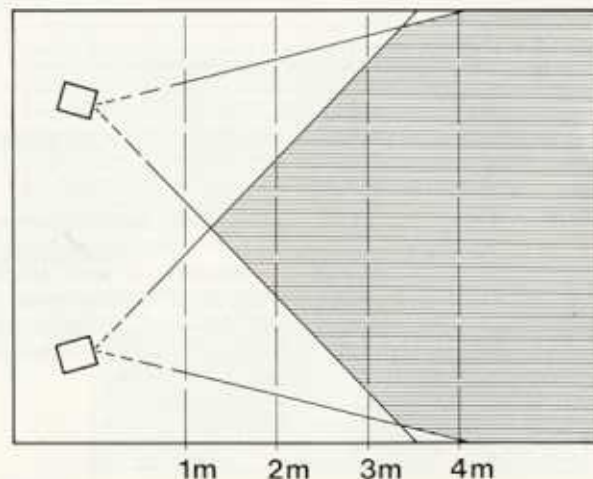
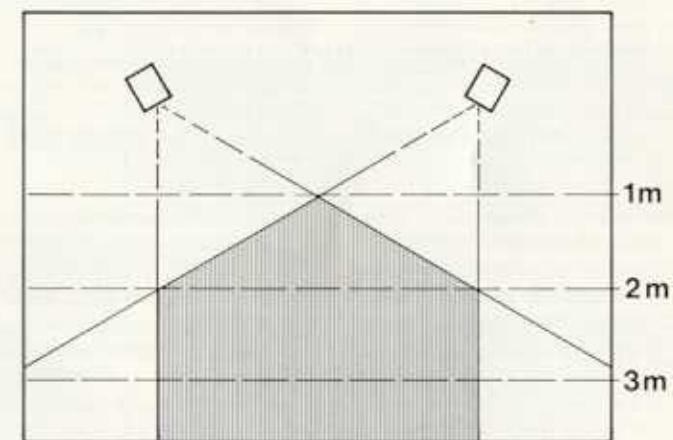
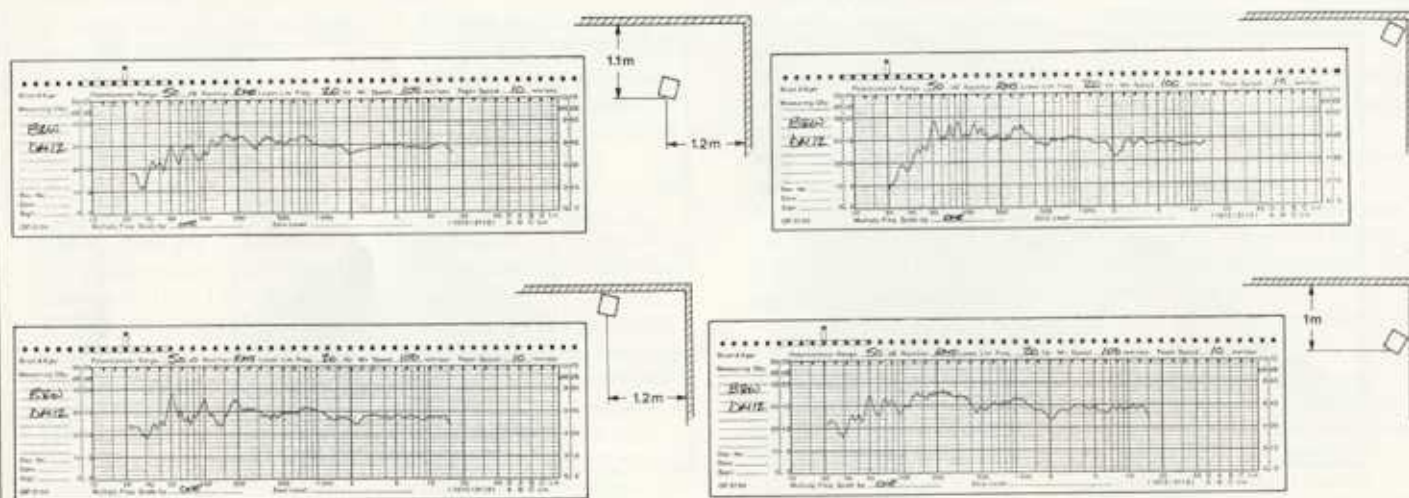

FIG. 3
FIG. 4
FIG. 5
**3** The actual position of your loudspeakers within the listening room can widely influence sound reproduction. Two typical positions are shown in figs. 3 & 4. The environmental measurements on page 6 show the wide variation which can be achieved by loudspeaker positioning. We cannot emphasise too strongly that time spent in experimenting with the position of your loudspeakers is invariably worthwhile. Fig. 5.
Die Umgebungsmessungen auf Seite 6 zeigen Ihnen die grossen Unterschiede bei verschiedenen Lautsprecher-Positionierungen. Fig. 5.
3 De plaatsing van de luidspreker beïnvloedt zeer sterk de geluidswaername. Twee typische voorbeelden ziet U in Fig. 3 en 4. De ruimtelijke metingen geven U een idee van de vele variaties die mogelijk zijn naargelang de plaatsing. Wij kunnen niet genoeg benadrukken hoe lonend het is tijd te besteden aan het zoeken naar een goede plaatsing van de luidspreker. Fig. 5.
3 L'emplacement des enceintes acoustiques dans une pièce joue un rôle important sur la qualité de la reproduction sonore. Les fig. 3 et 4 vous donnent deux façons traditionnelles pour disposer les enceintes.
Quelques mesures relatives à l'influence de l'environnement montrent que selon l'emplacement des enceintes, des résultats très différents peuvent être obtenus. C'est pourquoi nous insistons pour vous dire que le temps passé à rechercher le meilleur endroit pour vos enceintes n'est pas perdu. Fig. 5.
3 L'ubicazione del Suo altoparlante nel locale di ascolto può influenzare la qualità ricettiva della musica, come può constatare dalla fig. 3 e fig. 4.
Le misurazioni dell'ambiente, riportate mostrano notevoli differenze a seconda della disposizione dell'altoparlante fig. 5.